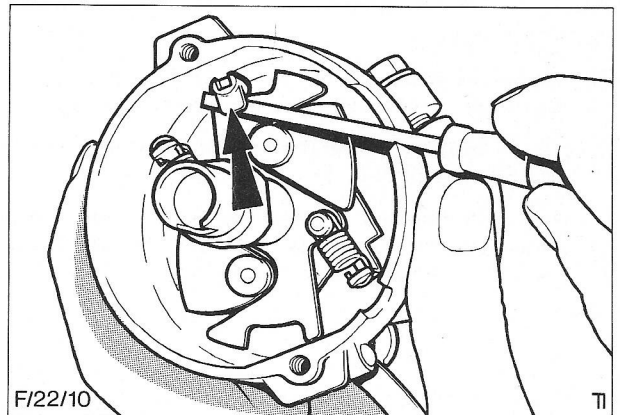

Fig. 51 Plastic aanslag losmaken
6. Licht de plastic aanslag met een schroevendraaier van zijn steuntje, zie Fig. 51.